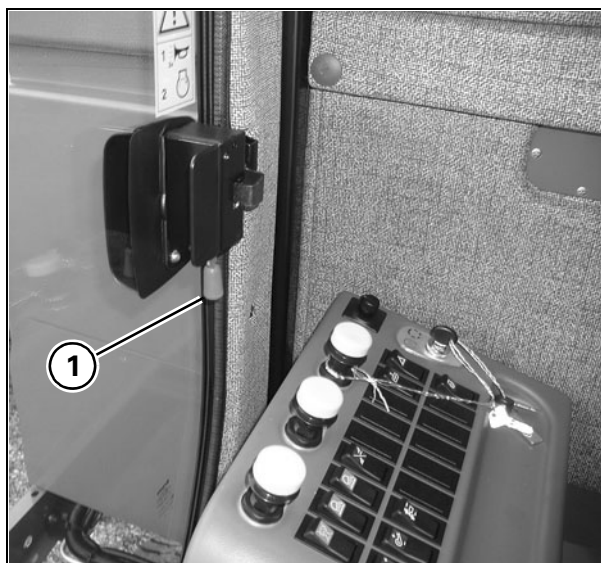
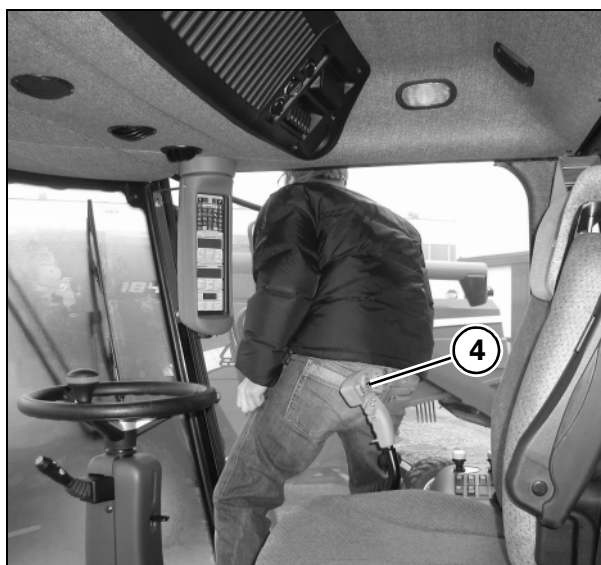

Рис. 12
Рис. 14
Порядок выхода из кабины - Рис. 12 – Рис. 14
c.) Переведите рычаг (4) назад.
d.) Обойти вокруг панели приборов и выйти из кабины (Рис. 14).